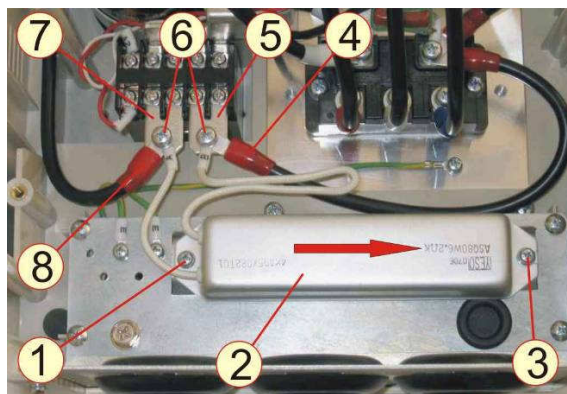

Рис.7.7
7.6.1 Взять резистор предзаряда 2, ввести паз на основании резистора под шайбу винта 3, вкрутить винт 1, затянуть винт 3 (рис.7.7).
7.6.2 Соединить вывод А резистора 2 и наконечник провода 8 с шиной 7, вкрутив винт 6 (рис.7.7).
Соединить вывод В резистора 2 и наконечник провода 4 с шиной 5, вкрутив винт 6 (рис.7.7).
- 3 – наконечник провода от шины на контактах «33», «43» реле (рис.7.7);